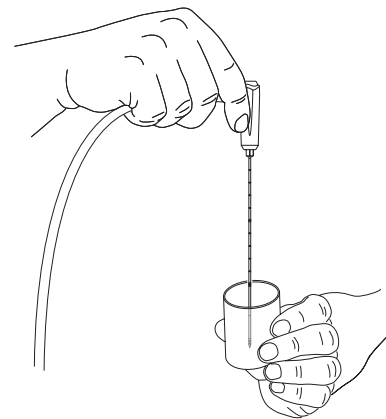

Abbildung 4-8: Sondenspitze in Flasche mit sterilem Wasser halten.
2. Die Sondenspitze in einen transparenten Behälter mit sterilem Wasser halten. Siehe Abbildung 4-8.